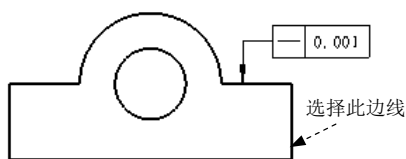
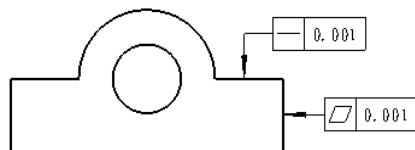

图 6.5.5 选取放置边
图 6.5.6 “平面度”形位公差
Step3. 放置形位公差符号。选取图 6.5.5 所示的边线，再选择合适的位置单击，以放置形位公差，结果如图 6.5.6 所示。